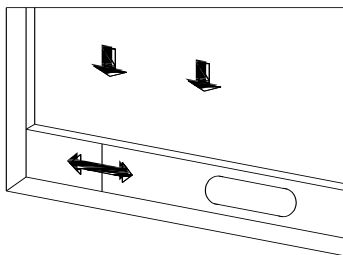
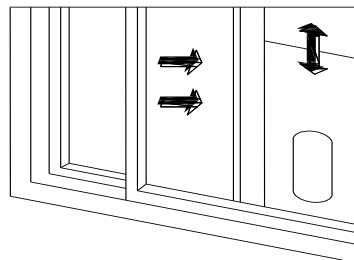

Abb. 2
Abb. 3
- 1) Das Fenster teilweise öffnen und das Fensterdichtplatte-Set ins Fenster einsetzen (siehe Abb. 2 und Abb. 3). Die Teile der Platte lassen sich sowohl waagrecht als auch senkrecht anbringen.